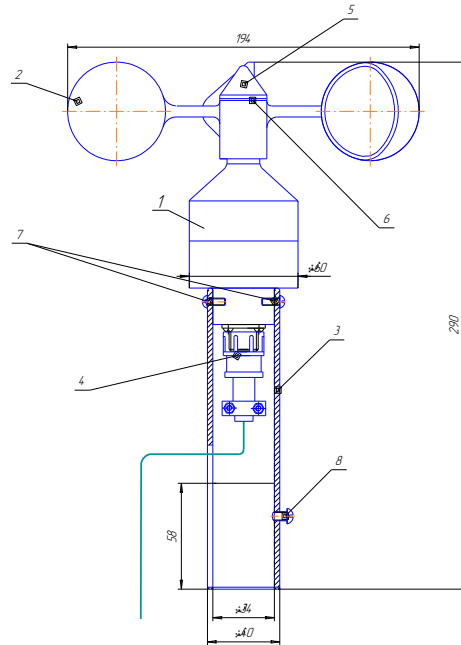

Рис.1
2.22. Установочные и присоединительные размеры приведены на рис. 1, рис. 2.1 и рис.2.2.
3.2.1. Под воздействием ветрового потока (ветра) крыльчатка чашечного типа (2 рис.1) вращается с частотой пропорциональной скорости ветра. Преобразователь (1 рис.1) формирует электрический импульс на каждый оборот крыльчатки. Сформированные импульсы поступают по кабелю (4 рис.1) в блок контроля (рис.2).
Анемометр (см. рис. 1, 2) состоит из датчика скорости ветра, блока контроля, кабеля (соединительного, питания и нагрузки).
4.1. Датчик скорости ветра (Рис. 1) состоит из преобразователя 1, в нижней части которого находится разъем для подключения соединительного кабеля датчика 4. На ось преобразователя устанавливается крыльчатка 2 и через уплотнительную шайбу 6 фиксируется гайкой 5. Собранные таким образом детали датчика помещаются в специальную трубу 3 и зажимаются винтами 7. Для крепления датчика на объекте используется стопорный винт 8.
6.1.2. Произвести сборку датчика скорости ветра, для чего к разъему - 2 датчика - 1 (Рис. 1) подсоединить соединительный кабель, предварительно пропустив его через трубу - 6, и закрепить корпус преобразователя к трубе двумя винтами - 7; затем установить на ось преобразователя - 1 крыльчатку - 3 и закрепить ее специальной конической гайкой - 4, предварительно установив уплотнительную шайбу - 5..